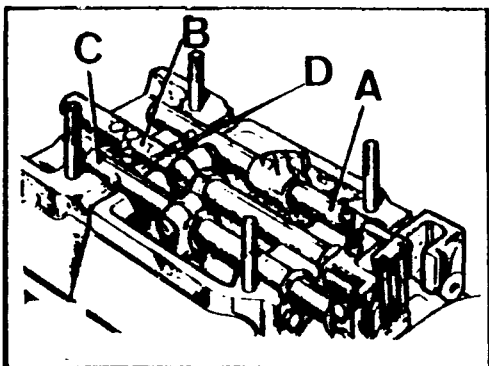

Fig. C-84 Extracción de los ejes selectores
- 1.5. Llevar el eje selector de 3ª-4ª, A (Fig. C-84) a la posición de 3ª velocidad es decir, hacia atrás y retirar el eje selector.